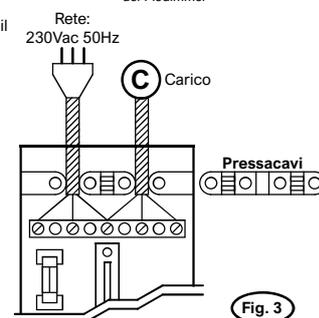

Fig. 3
- 5) I cavi inseriti attraverso i fori presenti sulla parte posteriore del Piedimmer, oltrepassando il pressacavi, devono essere collegati ai morsetti corrispondenti (Vedi Fig.3). Eseguire il collegamento elettrico dei suddetti cavi rispettando la serigrafia posta in prossimità dei morsetti (Vedi Fig.2).